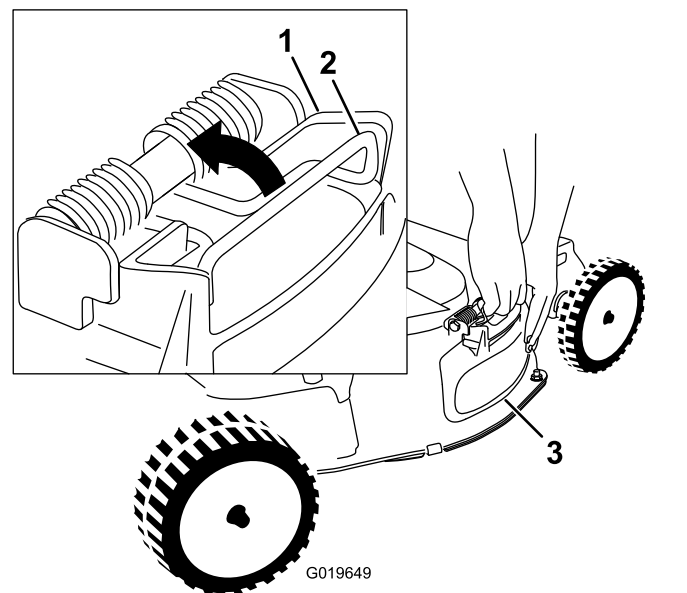

Figura 25
4. Retire la puerta de descarga lateral tirando hacia arriba del muelle que sujeta la puerta en su sitio y retirando la puerta (Figura 25).